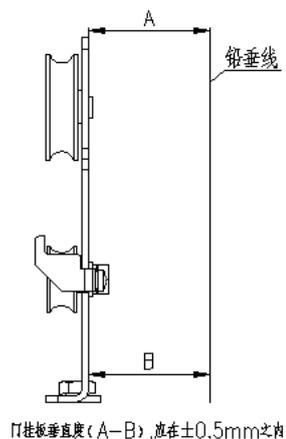

图 3
- ① 将塑封包中的门滑块安装到轿门板上。
- ② 将轿门板连接到挂板上，拧紧螺栓。安装时请注意区分左快轿门板（带缓冲撞钉），其余 3 快门板相同。
- ③ 调整挂板的垂直度，如果挂板倾斜，可在挂板与门板连接处插入塞片，挂板垂直度要求是上下偏差 $\leq 0.5\text{mm}$ 。见图 3